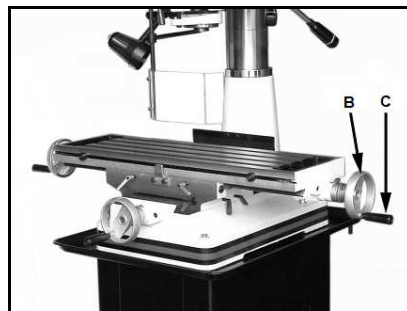

Fig 2
Die Handräder (B, Fig 2) auf die Tischspindeln aufstecken und mit Gewindestiften klemmen. Den Kurbelgriff (C) montieren.